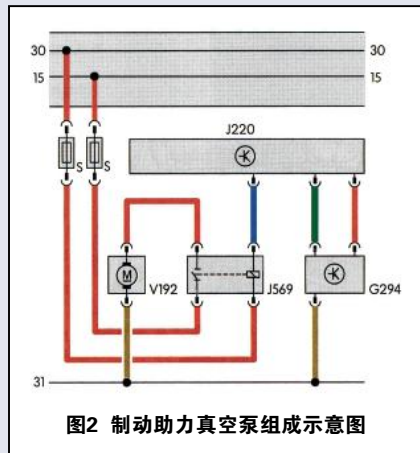

图2 制动助力真空泵组成示意图
本案例特点是打了一场有准备之仗。装备自动变速器的大众/奥迪轿车同时装备制动助力真空泵，作者对该装置进行一番研究，然后轻松排除2例故障，本文是一篇理论指导实际的好文章。我们对该装置再归纳一下：①作用。在暖机快怠速工况和负荷(挂入挡位、转向、使用空调、打开大灯等)快怠速工况时，由于节气门开度较大，进气歧管压力会比正常怠速时高，真空泵的作用是弥补因进气歧管真空度降低，而带来的真空助力器的助力作用降低。②组成。如图2所示，包括发动机控制单元J220、压力传感器G294、真空泵继电器J569及熔丝、真空泵V192及熔丝、真空管路、单向阀、制动踏板开关F47。③工作原理。